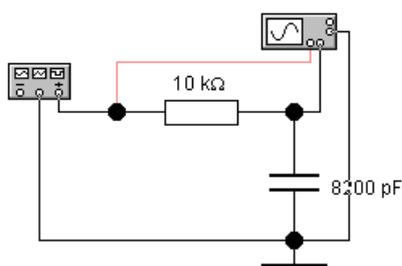

Рис.9.
1.1. На рабочем столе EWB собрать схему (рис. 9) для исследования переходных характеристик RC-цепи. В качестве источника входного сигнала использовать функциональный генератор (**Function Generator**). Сигнал с выхода генератора подать на вход исследуемой схемы и на вход **A** осциллографа.
2.1. На схеме рис. 9 поменять местами резистор и конденсатор, получить характеристики двух цепочек с разными параметрами элементов и зарисовать их в одном масштабе.